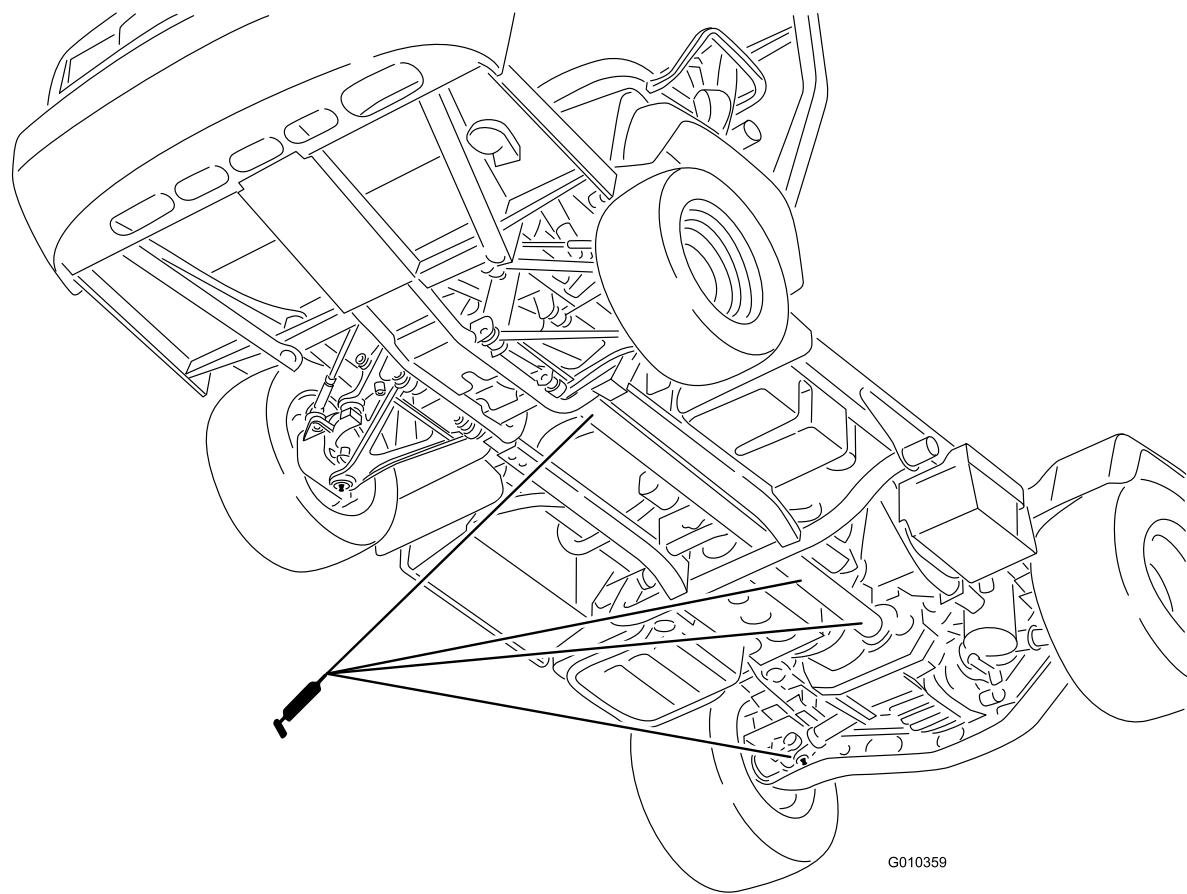

Figura 32
- **Articulación en U (18);** consulte la Figura 32
- **Eje de la tracción a 4 ruedas (3);** consulte la Figura 32